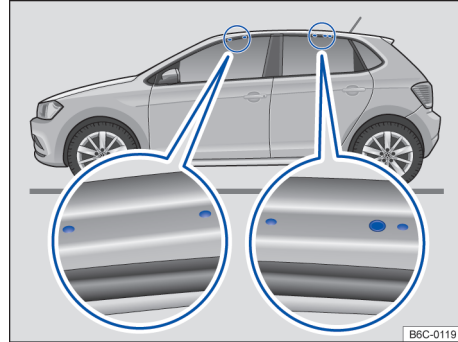

Fig. 155 Puntos de fijación de los soportes básicos del portaequipaje de techo (ambos lados)
Los orificios o marcas de los puntos de fijación de los soportes básicos son visibles con las puertas (delanteras y traseras) del vehículo abiertas y se encuentran a los lados en las vigas del techo → fig. 155 (lupa). Los orificios o marcas para fijación detrás se encuentran en la parte inferior de las vigas del techo → fig. 155 (lupa derecha).
- Fije los soportes de base solo en las marcas indicadas en la figura → fig. 155.